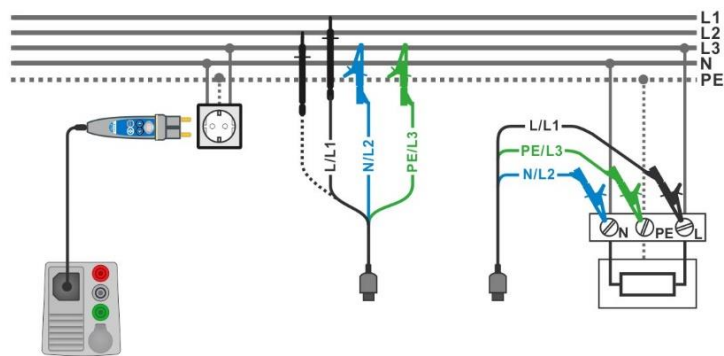

Fig. 4.113: AUTO TN mätning
- › Anslut 3-ledar testledn. eller Plug commander till objektet som skall testas, se **Fig. 4.113**.